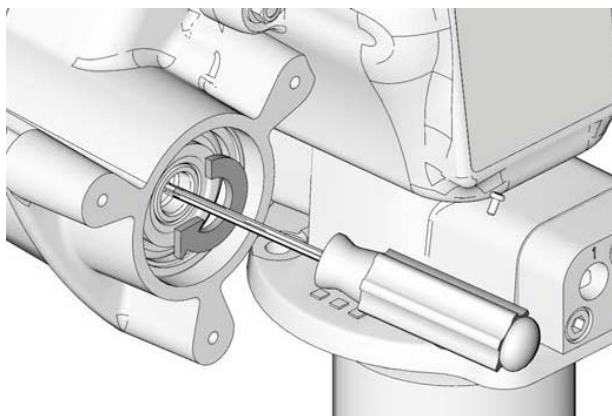

Рис. 15
- d. Проверьте, О-образное кольцо (122) установлено должным образом или нет, правильно ли расположено в моторе (123) (рис. 15).